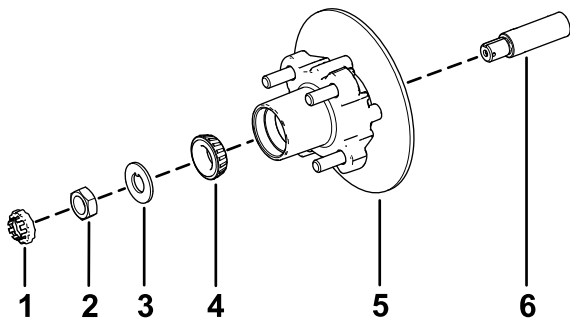

Figura 34
1. Aplicați un strat subire de lubrifian specificat pe ax (Figura 34).
2. Monta butucul i rotorul pe ax, cu rotorul în interior (Figura 34).
3. Monta rulmentul exterior pe ax i aează rulmentul pe calea de rulare exterioară (Figura 34).
4. Monta aiba de siguranță pe ax (Figura 34).
5. Înfiletați piuliă pe ax i strângeți-o la un cuplu de 15 N·m, în timp ce rotii butucul pentru a fixa rulmentul (Figura 34).
2. Aliniați plăcuțele de frână de o parte i de alta a rotorului (Figura 30) i orificiile din suportul etrierului cu orificiile din suportul de frână al cadrului axului (Figura 34).